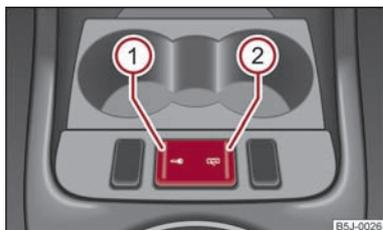

Abb. 13 Mittelkonsole: Zentralverriegelungstaste
- Drücken Sie die Taste ① ⇒ Abb. 13. Das Symbol ⚡ in der Taste leuchtet auf.
- Drücken Sie die Taste ② ⇒ Abb. 13. In der Taste erlischt das Symbol ⚡.